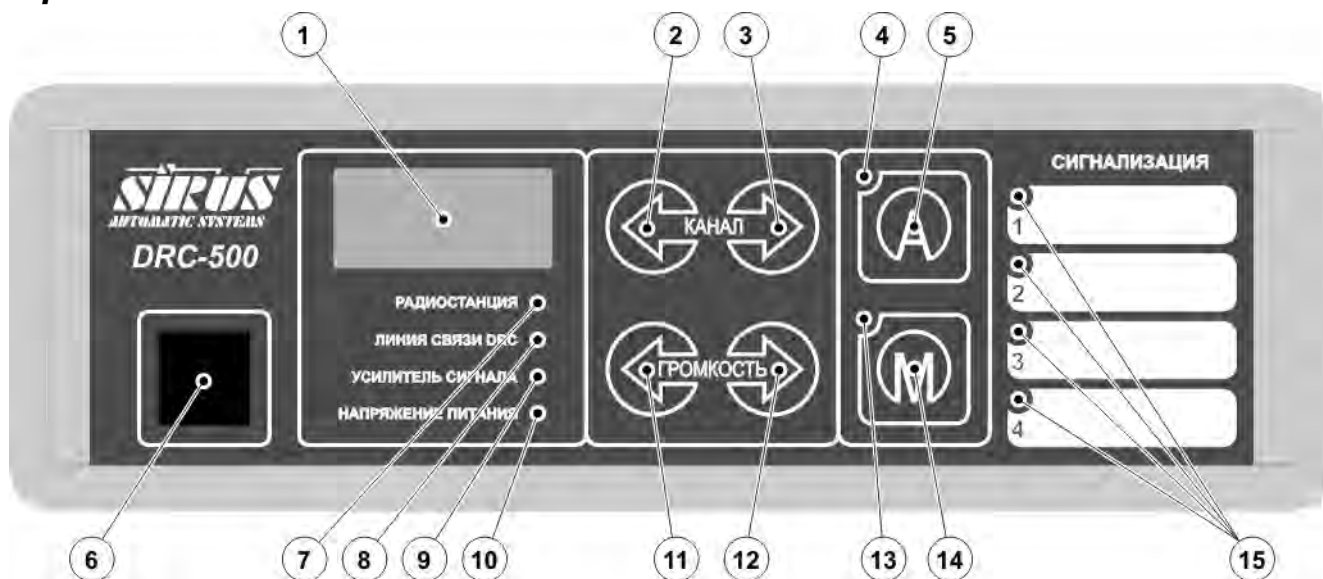

Рисунок 1. Передняя панель Пульта Оператора
В режиме «приём» Система находится, когда кнопка РТТ на тангенте или выносном микрофоне не нажата. Индикатор 7 (Рисунок 1) светится зелёным цветом; в случае, когда уровень высокочастотной «несущей» в канале превышает порог шумоподавителя радиостанции — жёлтым.
М: Индикатор 7 (Рисунок 1) мигает красным цветом — один из параллельных Пульт Оператора находится в режиме «передача».
Для изменения уровня громкости аудио сигнала используйте кнопки 11 и 12 (Рисунок 1). Нажмите кнопку 11 для уменьшения уровня громкости или кнопку 12 для увеличения. Текущий уровень громкости отображается на многофункциональном дисплее в течение двух секунд после последнего нажатия на кнопку и сохраняется в энергонезависимой памяти. Если значение уровня громкости было установлено меньше 03, то после включения источника питания Пульта Оператора значение уровня громкости автоматически устанавливается равным 03.
Для переключения частотного канала используйте кнопки 2 и 3 (Рисунок 1). Нажмите кнопку 2 для переключения на предыдущий канал или кнопку 3 для переключения на следующий. Номер текущего частотного канала отображается на многофункциональном дисплее. Нахождение на канале экстренной (аварийной) связи отмечается на индикаторе 4 (Рисунок 1) — светится красным светом.
Для быстрого переключения частотных каналов «вниз» нажмите и удерживайте кнопку 2 (Рисунок 1). Во время удержания кнопки частотный канал периодически изменяется на предыдущий, а при достижении канала с номером кратным 10 (например: 30, 20, 10) номер канала начинает периодически уменьшаться на 10.
Для быстрого переключения частотных каналов «вверх» нажмите и удерживайте кнопку 3 (Рисунок 1). Во время удержания кнопки частотный канал периодически изменяется на следующий, а при достижении канала с номером кратным 10 (например: 10, 20, 30) номер канала начинает периодически увеличиваться на 10.
Номер текущего частотного канала отображается на многофункциональном дисплее. Нахождение на канале экстренной (аварийной) связи отмечается на индикаторе 4 (Рисунок 1) — светится красным светом.
В режиме «приём» нажмите кнопку 5 (Рисунок 1) для переключения на канал экстренной (аварийной) связи. Нахождение на канале экстренной (аварийной) связи отмечается на индикаторе 4 (Рисунок 1) — светится красным светом. Возврат на рабочий канал осуществляется повторным нажатием кнопки 5 (Рисунок 1) или Вы можете использовать кнопки переключения канала 2 и 3 (Рисунок 1).
В режиме «приём» нажмите кнопку 14 (Рисунок 1) — состояние изменится на противоположное. Отключение порогового шумоподавителя радиостанции отмечается на индикаторе 14 (Рисунок 1) — светится жёлтым светом.
В режиме «передача» Система находится, когда кнопка РТТ на тангенте или выносном микрофоне нажата. Индикатор 7 (Рисунок 1) светится красным цветом.
М: Индикатор 7 (Рисунок 1) мигает красным цветом — один из параллельных Пультов Оператора находится в режиме «передача», Ваш Пульт Оператора, не смотря на то, что кнопка РТТ на тангенте или выносном микрофоне может быть нажата, находится в режиме «приём».
Выключите блок питания Пульта Оператора. Соедините Контроллер Радиостанции и Пульт Оператора (радиостанция может быть не подключена), соединение может быть осуществлено посредством соединительного шнура, входящего в комплект. Включите питание Контроллера Радиостанции. Нажмите и удерживайте две кнопки на Пульте Оператора — 2 и 5 (Рисунок 1). Включите блок питания Пульта Оператора. После двухтонального звукового сигнала отпустите обе кнопки.
- 2 и 3 (Рисунок 1) для изменения номера параметра программирования;
- 5 (Рисунок 1) для изменения режима индикации — номер параметра/значение параметра;
- 11 и 12 (Рисунок 1) для изменения уровня громкости в режиме индикации номера параметра и для изменения значения параметра в режиме индикации значения параметра;
- 14 (Рисунок 1) для записи нового значения выбранного параметра в энергонезависимую память устройства.
Режим индикации значения параметра отмечается на индикаторе 4 (Рисунок 1) — светится зелёным светом.
Свечение индикатора 13 (Рисунок 1) красным светом означает то, что значение выбранного параметра изменено, но не сохранено.
Изменения значения выбранного параметра, не подтверждённые нажатием кнопки 14 (Рисунок 1), в энергонезависимую память не заносятся и утрачиваются при выборе другого параметра или выключении питания.
В режиме «программирование» на индикаторах 15 (Рисунок 1) Пульта Оператора отображается текущее состояние охранных шлейфов без фиксации событий «неисправность» и «тревога». Звуковой сигнал отсутствует.
В режимах «приём» и «передача» осуществляется фиксация изменения состояния охранных шлейфов. События «неисправность» и «тревога» для привлечения внимания оператора сопровождаются звуковым сигналом «сирена», который продолжается до реакции оператора — нажатие на любую кнопку передней панели Пульта Оператора. Изменившееся состояние охранного шлейфа отмечается «миганием» соответствующего индикатора группы 15 (Рисунок 1).